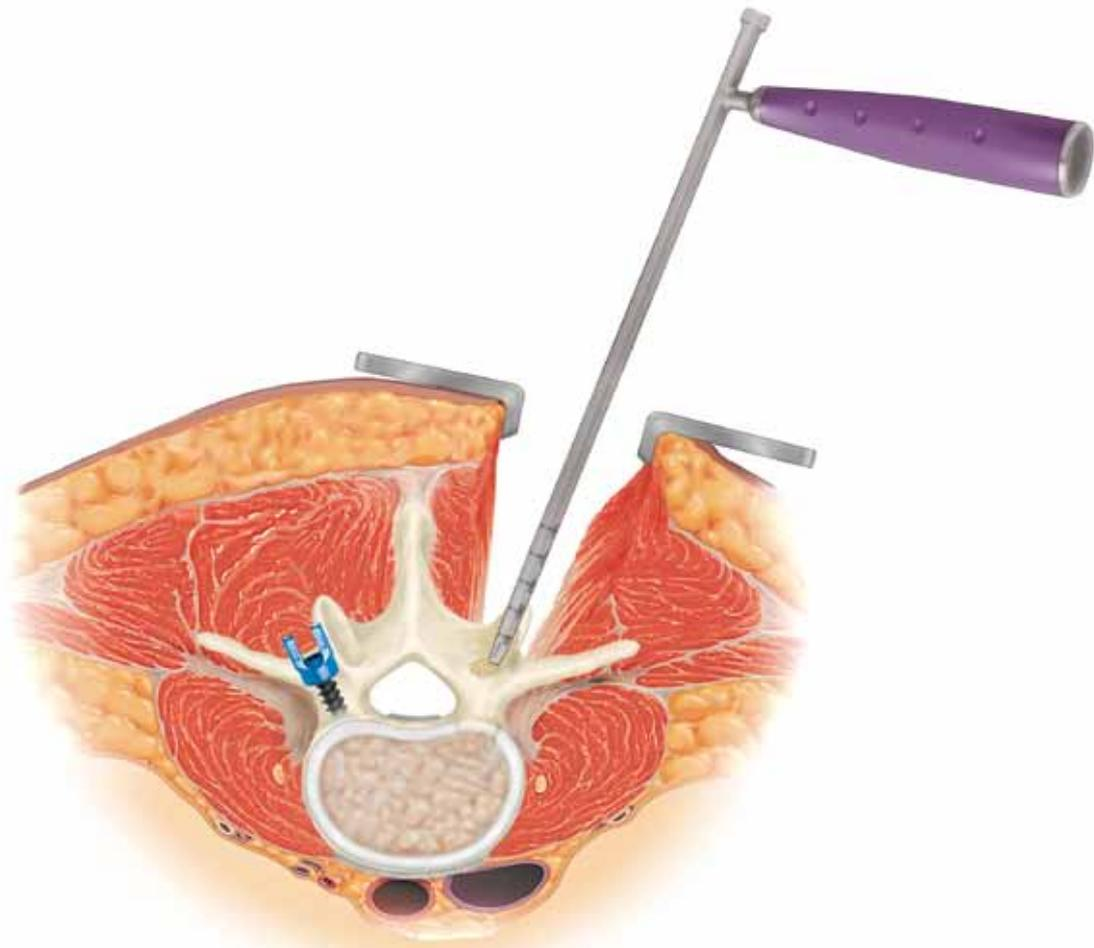

Figura 2
- » Se lleva a cabo una facetectomía unilateral. Utilice un osteotomo o un taladro para retirar las apófisis articulares superior e inferior (**Figura 2**). Además, es importante retirar los osteofitos posteriores para poder determinar la altura correcta del implante.